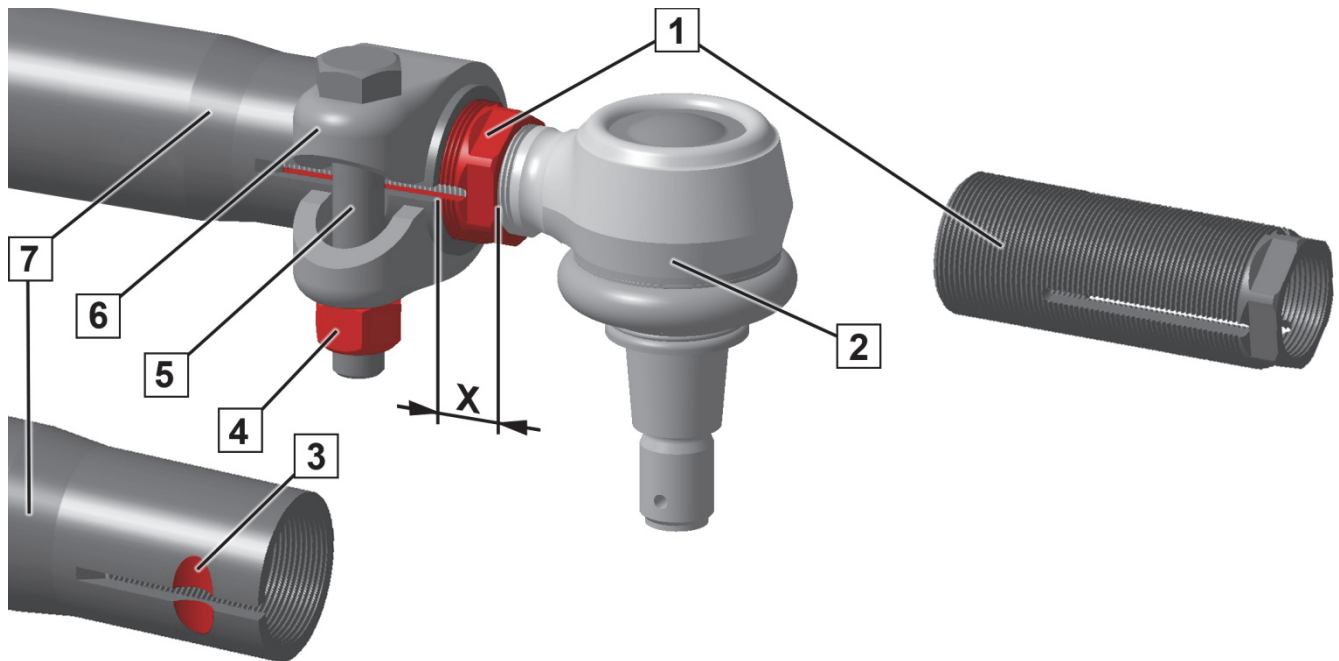

Bild 1: Finjusteringssystem
Efter inställning av spår måste gänghylsan (1) sticka ut med X ur röret (7). Mått X (bild1):